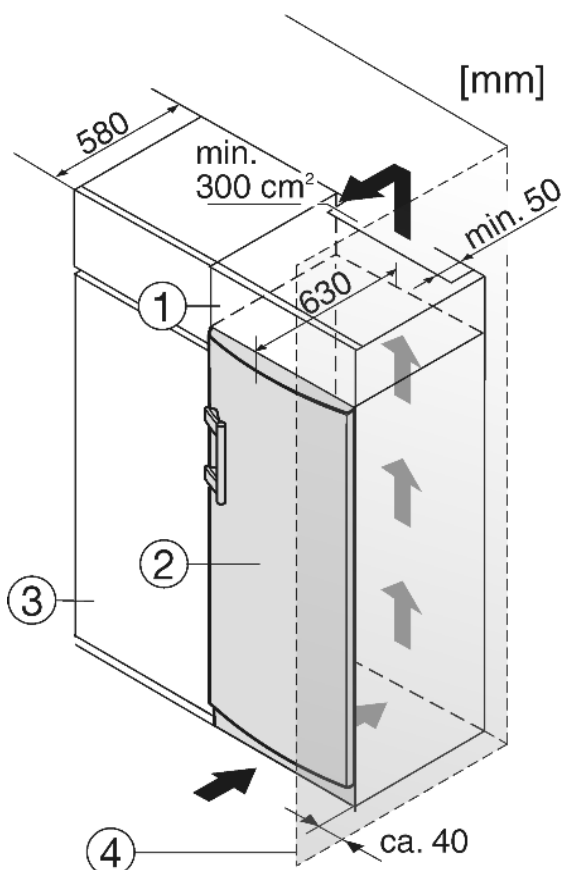

Fig. 8
- (1) Дополнительный шкафчик
(2) Устройство
(3) Кухонный шкаф
(4) Стенка
Устройство может быть окружено предметами кухонной обстановки. Чтобы уравнять устройство *Fig. 8 (2)* по высоте с кухонной стенкой, можно установить над устройством соответствующий дополнительный шкафчик *Fig. 8 (1)*.
При комбинировании с обычными кухонными шкафами (глубина макс. 580 мм) устройство можно установить непосредственно рядом с кухонным шкафом *Fig. 8 (3)*. Дверь устройства выступает по сторонам на 34 мм и по центру устройства на 50 мм относительно передней стенки кухонного шкафа. Поэтому ее можно свободно открывать и закрывать.
Если устройство установлено на шарнирах у стены *Fig. 8 (4)*, то расстояние между устройством и стеной должно быть не менее 40 мм. Настолько выступает ручка при открытой дверце.